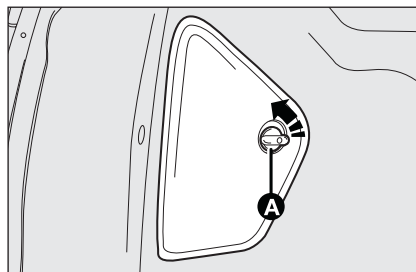
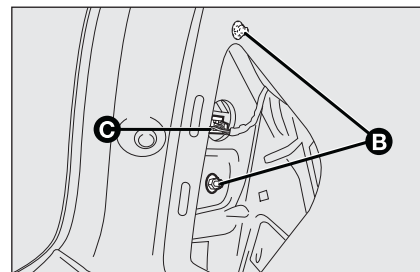

fig. 27
fig. 28
- ☐ gire el dispositivo de fijación **A-fig. 27** hacia la izquierda (para la tapa izquierda) o hacia la derecha (para la tapa derecha) y quite la tapa de protección;
- ☐ desenchufe el conector eléctrico **C-fig. 28**;
- ☐ vuelva a introducir el portalámparas en el grupo óptico asegurándose de que las dos aletas de fijación se hayan enganchado correctamente; introduzca el grupo óptico en su alojamiento y enchufe el conector eléctrico **C-fig. 28**; afloje los dos tornillos de fijación **B**; vuelva a enganchar la tapa de protección introduciendo las dos aletas en su alojamiento y girando el dispositivo de fijación **A-fig. 27** hacia la izquierda (para la tapa izquierda) o hacia la derecha (para la tapa derecha) para engancharlo.